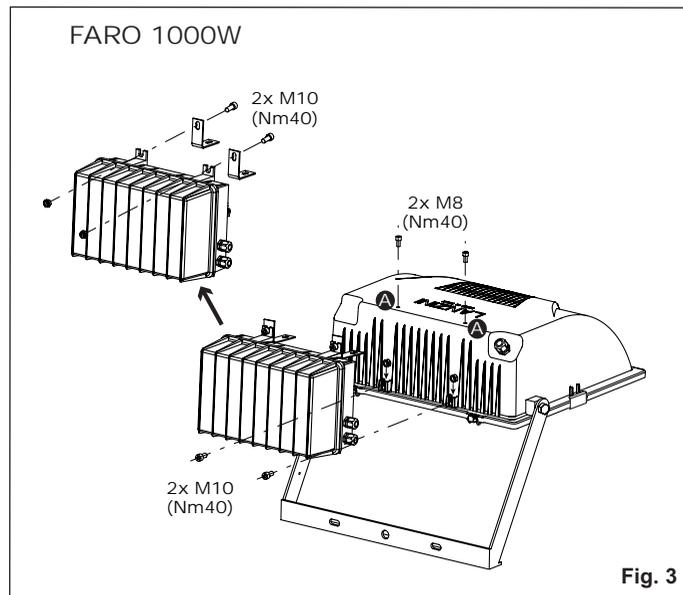

Fig. 3
- Faro 1000W (Fig. 3): applicare il Block d'alimentazione direttamente sul retro del proiettore avendo cura di posizionare i pressacavi dal lato del cavo uscente dal proiettore. Per il cablaggio al gruppo d'alimentazione vedere 'Istruzioni Block'.